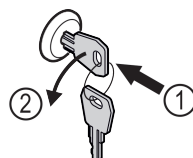

Fig. 182
- ▶ Вставьте ключ. *Fig. 182 (1)*
- ▶ Поверните ключ на 90° против часовой стрелки. *Fig. 182 (2)*